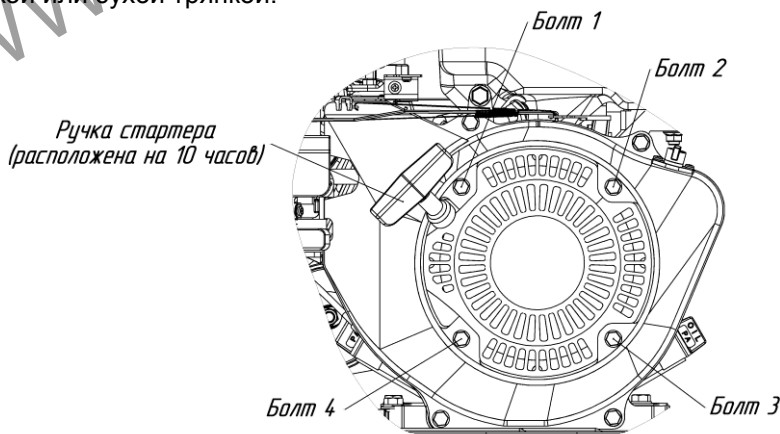

Рис.12 Схема крепления стартера на двигателе
- открутить 4 болта (см. рис.12);
- установить стартер на место таким образом чтобы ручка стартера была расположена на 10 часов (см. рис.12);
- закрутить 4 болта (см. рис.12).